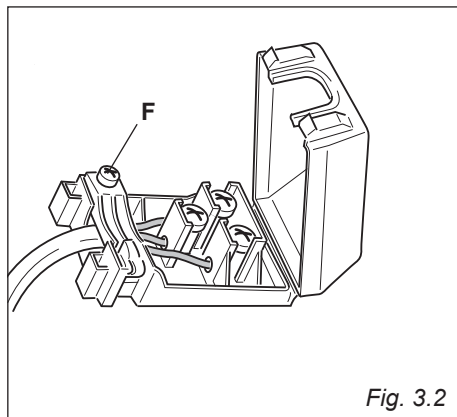

Fig. 3.2
- Ouvrir le serre-câble, en dévissant la vis "F" (fig. 3.2), dévisser les vis des bornes et enlever le câble.